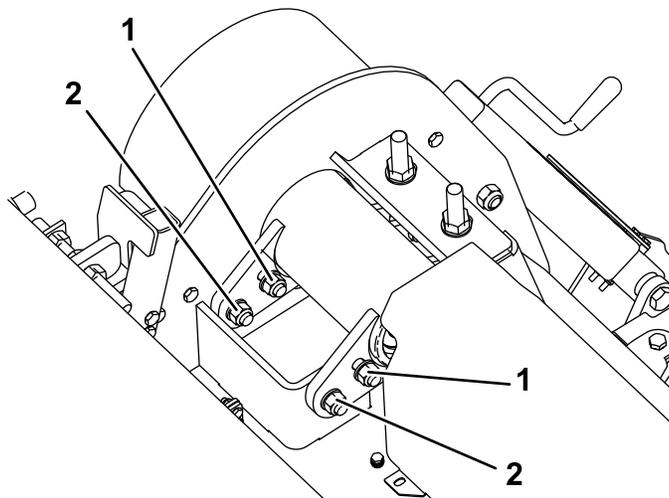

Figure 34
Remarque: Si la tension est correcte, reposez le protège-courroies (Figure 34).
3. Si la tension n'est pas correcte, desserrez les contre-écrous sous la plaque (Figure 34).
4. Desserrez les boulons dans les fentes (Figure 34).
7. Serrez les contre-écrous inférieurs sous la plaque (Figure 34).